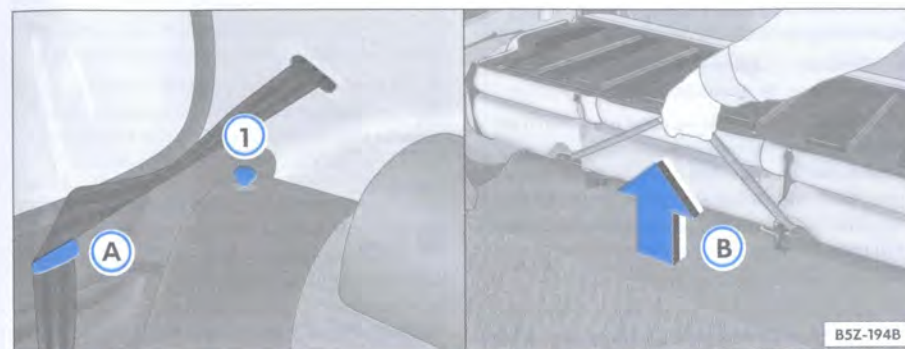

Fig. 69 Posicionador del cinturón para inclinación del asiento y seguro para desbloqueo del respaldo / tirador para destrabar el conjunto del piso
– Posicione la cinta de los cinturones de seguridad en sus respectivos alojamientos ⇒ fig. 69 A.
– Levante los seguros ⇒ fig. 69 1 en ambos lados (al mismo tiempo), destrabe el respaldo del asiento y inclínelo sobre el asiento.
– Tire de la lengüeta ⇒ fig. 69 B para desbloquear el conjunto del piso y al mismo tiempo levántelo cuidadosamente en la dirección de los asientos delanteros ⇒ A.